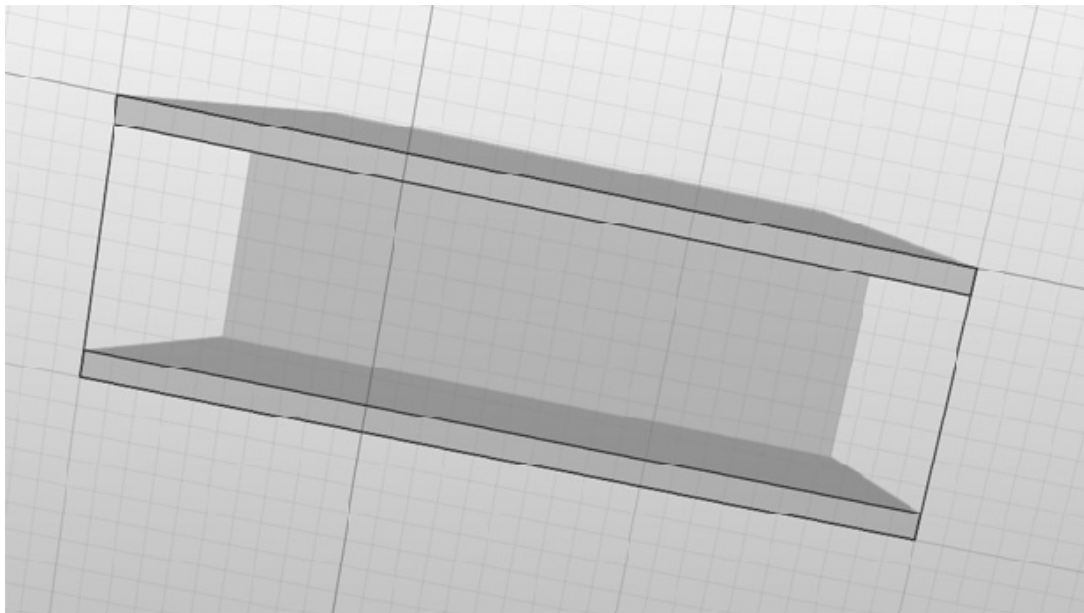

图 4-27
6) 单击鼠标右键或按〈Esc〉键退出工具，如图 4-27 所示。